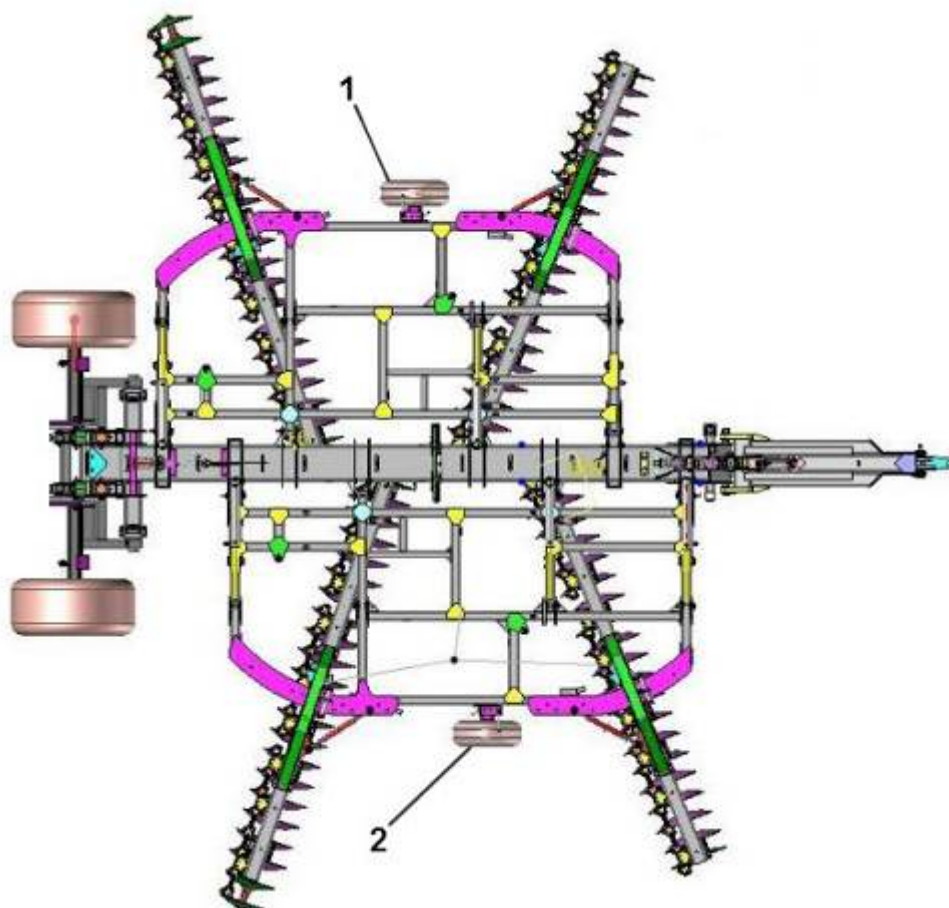

Рисунок 4.
- Установить боковые опорные колеса (1) и (2) (рис. 4)